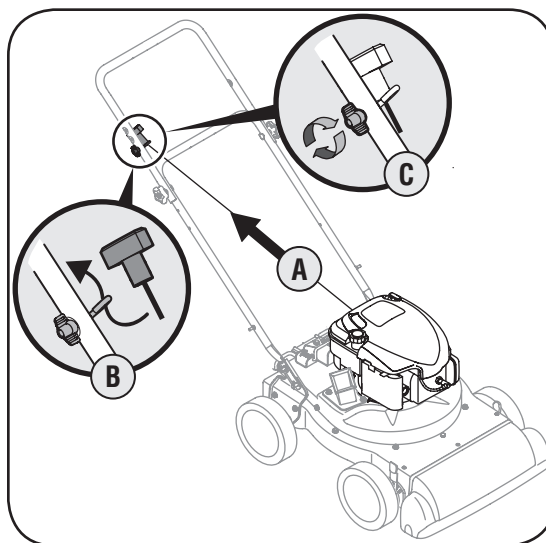

Figura 3-4
- a. Tire lentamente de la cuerda de arranque para sacarla del motor. Vea la figura 3-4.
- c. Ajuste la tuerca a mariposa. Vea la figura 3-4.